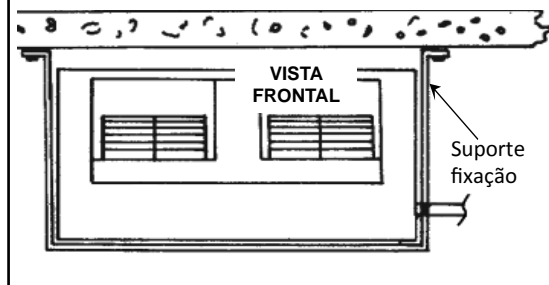

Figura 5b - Instalação do tipo suspensa.
4. Se a instalação escolhida for do tipo suspensa, deve ser providenciado suportes de fixação em formato de "U" que suportem o peso dos aparelhos conforme ilustrado na figura 5b.